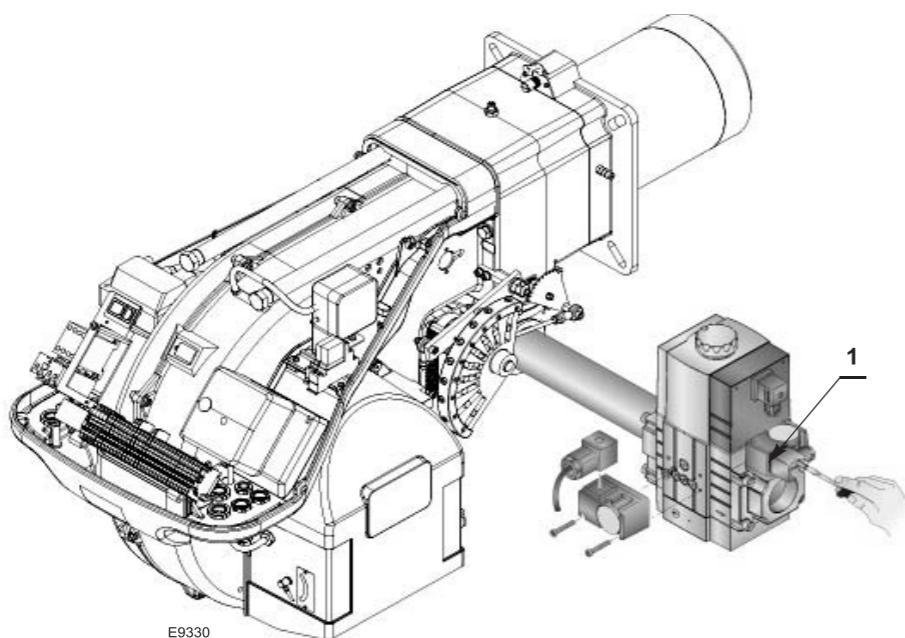

图 27
- ▶ 连接一个压力计到最小燃气压力开关的压力测试点1(图27)，检查燃气供应压力：必须低于燃气阀组所能允许的最大压力，见燃气阀组标牌。